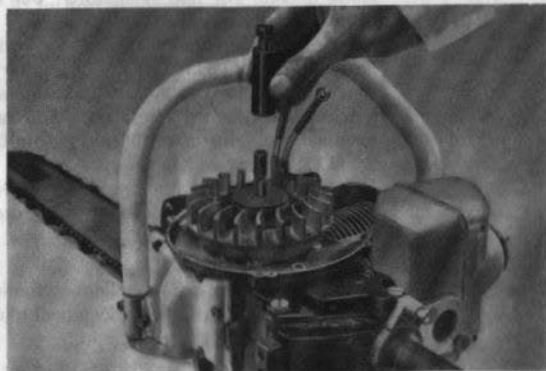

**Fig 27.**
Är brytarspetsarna så brända att de måste bytas, demonteras först startanordningens detaljer. Se fig 27 (lagerhylsan, starttrumman och lamellen ännu ej avtagna i fig.) samt beskrivningen "smörjning av startanordning" sid. 30.
3. Sedan brickfjädern och lagerbrickan tagits bort, se fig 27, kan navet för startanordningen dras av axeln. Se härvid till att de tre rullarna, som sitter i rullhållaren, ej tappas bort.